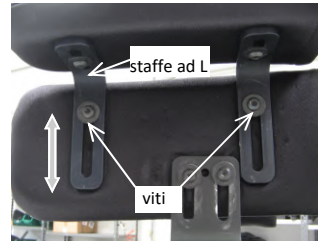

fig. 17.1: Regolazione altezza
• Regolazione altezza (fig. 17.1)